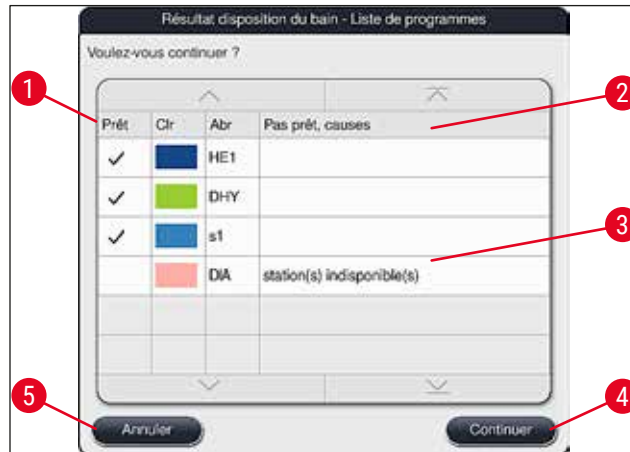

Fig. 52
- Si un nombre de programmes supérieur aux capacités d'intégration de la disposition du bain a été sélectionné, l'utilisateur en est informé par l'affichage **Résultat de la création de la disposition du bain** (→ "Fig. 52"). Les programmes correctement intégrés sont cochés dans la colonne **Prêt** (→ "Fig. 52-1").